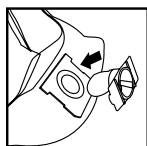

FIGURA 23
32. Coloque el deflector de entrada con la abertura mirando hacia el lado izquierdo o el lado derecho de la bolsa filtrante. Deslice el collar de la bolsa filtrante por encima del deflector de entrada, de manera tal que las muescas del collar de la bolsa coincidan con las lengüetas del deflector de entrada. La bolsa sólo encaja correctamente de una manera. **FIGURA 23.**